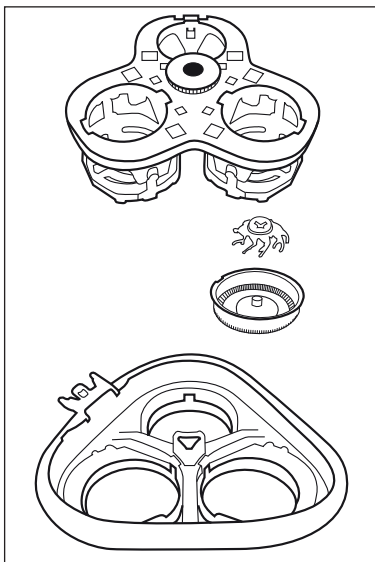

Figura 1
- 1) Carregue na tecla de desbloqueio ④. A unidade de corte ② salta.
- 2) Estique um pouco a unidade de corte ②, para que esta possa ser retirada para cima.
- 3) Carregue a coroa dentada um pouco para baixo e rode-a cuidadosamente, no sentido contrário aos ponteiros do relógios, até que o suporte das cabeças de corte possa ser levantado (ver figura 1).
5) Monte novamente a unidade de corte ❷ . Observe a a figura 1 como ajuda:
- Coloque as 3 cabeças de corte nos entalhes da unidade de corte ❷ . Tenha atenção ao facto de que as ranhuras na extremidade das cabeças de corte encaixem nos dispositivos de fixação do orifício.